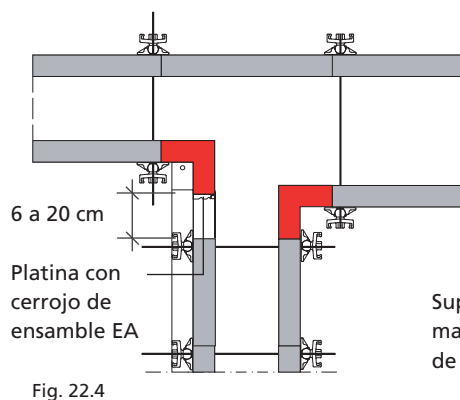

Fig. 22.4
■ Para muros con anchos entre 6 y 20 cm con platina EA y cerrojos de ensamble EA (Fig. 22.4)